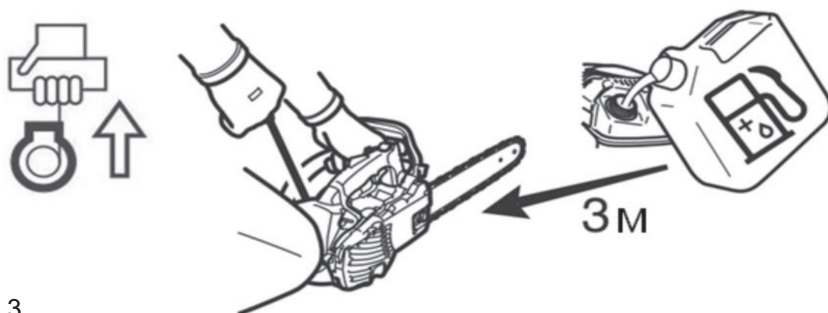

Рис.3
- Перед запуском переместите заправленный топливной смесью агрегат как минимум на 3 м от места заправки Рис.3.